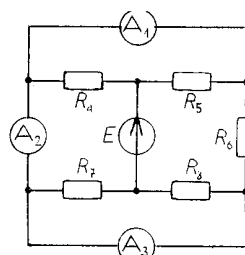

рис.14
17. В електричному колі (рис.14) $R4 = R6 = R8 = 30$ Ом, $R5 = R7 = 60$ Ом. Амперметр показує 1 А. Визначити ЕРС джерела енергії; показання амперметрів $A1$ та $A3$.